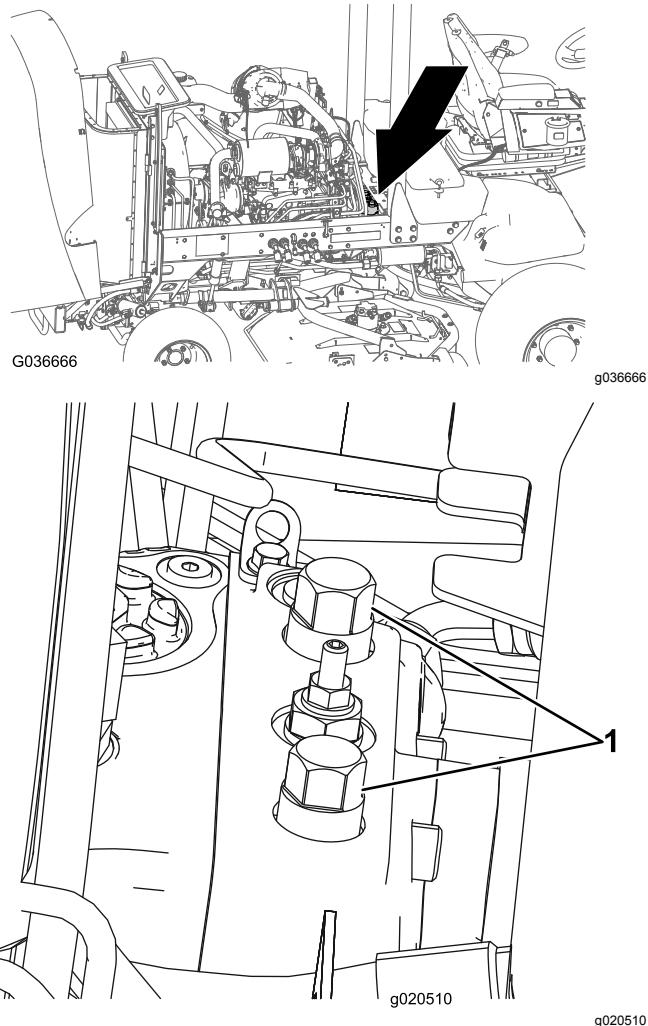

Figura 25
- Aprite il cofano e individuate le valvole di bypass (Figura 25) sopra alla pompa, dietro alla cassetta della batteria/al vano portaoggetti.